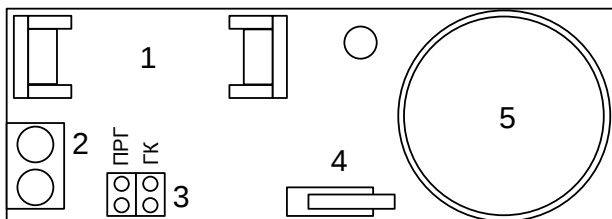

Рисунок 4
3.7. Органы управления, используемые при конфигурировании извещателя, а также клеммы подключения в внешней контрольной цепи, расположены на лицевой стороне печатной платы устройства (см. **Рисунок 4**).